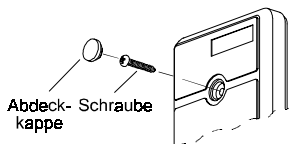

Abb. 3: Öffnen des Gehäuses
A. Lösen Sie die Sicherungsschraube, die das Gehäuse-oberteil mit dem Gehäuse-unterteil verbindet (Abb. 3).